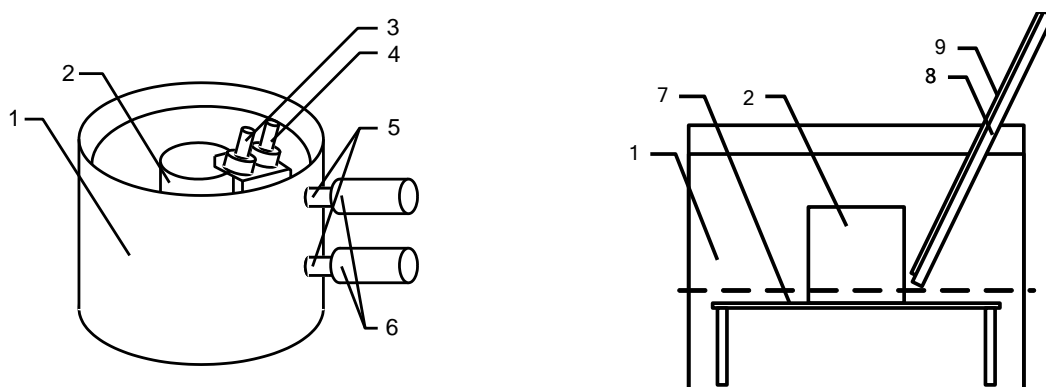

Рисунок 8.1
- 8.3.7 Присоединить ТКС-20 к бане пенетрометра (1) (см. рисунок 8.1) с помощью медицинских трубок (6) диаметром 12мм (поставляются в комплекте с ТКС-20).